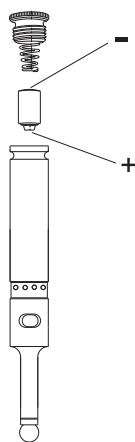
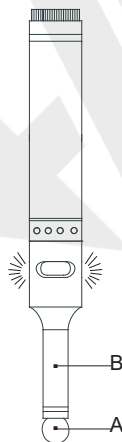

abb.1
abb.2
1. Legen Sie eine Batterie (23A, 12V) ein, wobei die negative Seite der Batterie nach oben zeigen sollte (Abb. 1). Vergewissern Sie sich, dass die LED-Leuchte aufleuchtet und der Summer ertönt (6566-3), indem Sie die Teile A und B mit einem Metallgegenstand berühren (Abb. 2).